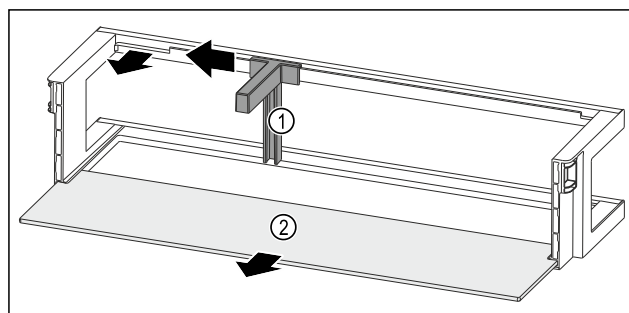

Fig. 203 Dveřní přihrádka s držákem lahví a odkládací plochou
- Držák lahví Fig. 203 (1) posuňte na stranu až k vybrání.
- Držák lahví Fig. 203 (1) odeberte.
- Odkládací plochu Fig. 203 (2) odeberte.